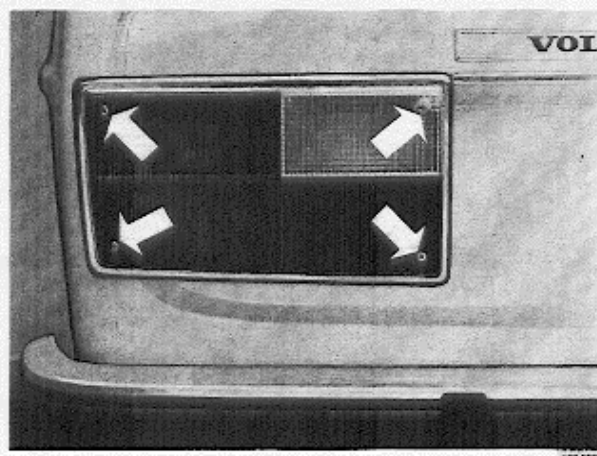

Abb. 3-1 Ausbau des Rückleuchtenglases
1. Die vier Befestigungsschrauben lösen und das Leuchtenglas abnehmen, siehe Abb. 3-1.